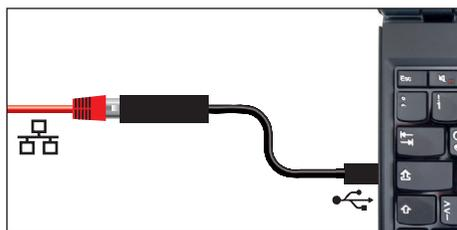

Рис. 10 Конвертер Ethernet-USB
- ▶ Переходник Ethernet–USB (Рис. 10). С его помощью возможно соединение Ethernet-порта устройства (см. стр. 18) с USB-портом компьютера/ноутбука.